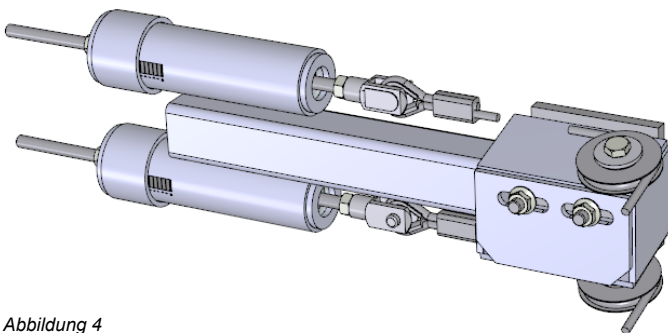

Abbildung 4
- fester Systemspanner (Abbildung 4), oder